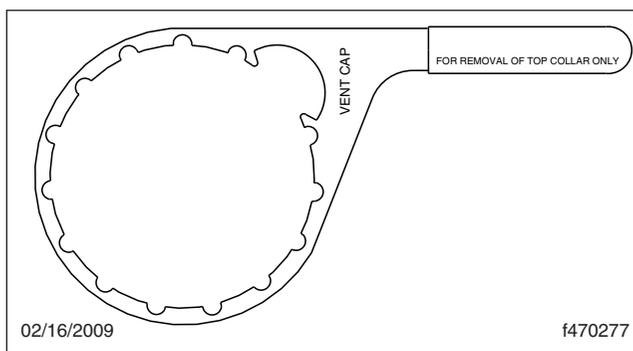

Figura 24.3, Llave para collar DAVCO
4. Con una llave para collar DAVCO (Figura 24.3), retire la cubierta transparente y el collar.